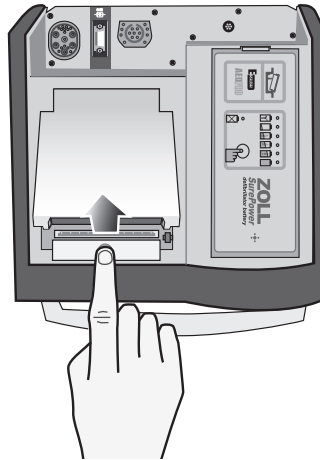

Abbildung 13-5. Öffnen der Druckerklappe
1. Drücken Sie die Entriegelungstaste, warten Sie, bis sich die Druckerklappe geöffnet hat (siehe Abbildung 13-5), und entnehmen Sie das Papier.